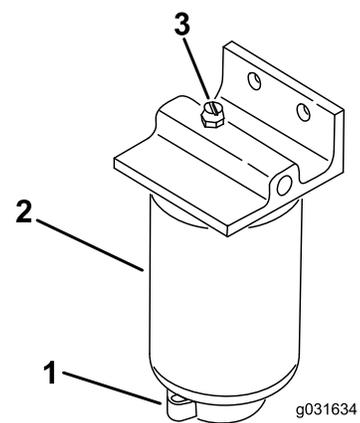

Bild 50
2. Lösen Sie das Ablassventil an der Unterseite des Filters (**Bild 50**).
1. Reinigen Sie den Anbaubereich des Filters (Bild 50).